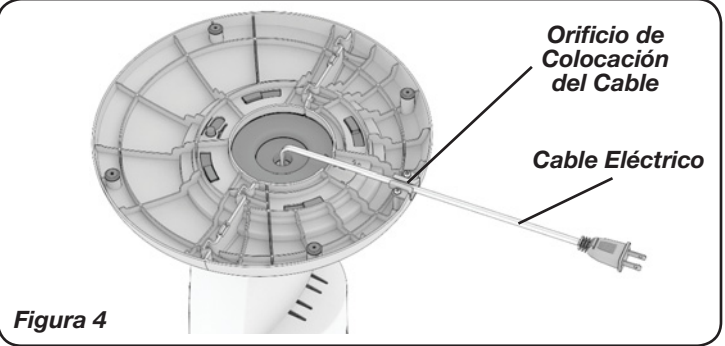

Figura 4
5. Suavemente elimine cualquier sobrante del **Cable Eléctrico** y colóquelo en el **Orificio de Colocación del Cable**. (Figura 4)